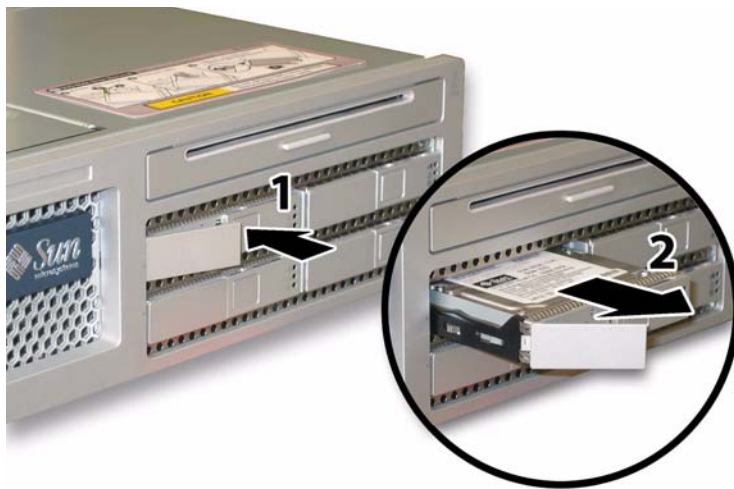

图 4-32 打开硬盘驱动器锁销
2. 按硬盘驱动器正面的按钮以释放弹簧固定锁销。请参见图 4-32。